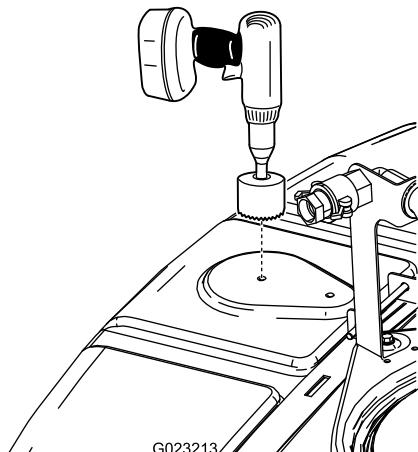

Figura 13
1. Localize o local frontal na parte superior do depósito como se mostra em Figura 13.
2. Utilize uma broca de 9 cm para fazer um furo na marca de perfuração (Figura 13).